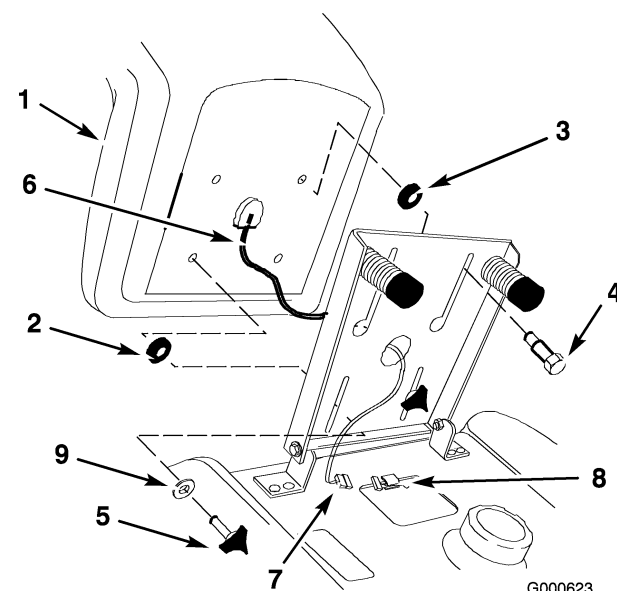

Figura 4
1. Montate il distanziale con diametro interno grande e i due bulloni di spallamento nei fori posteriori del sedile (Figura 4).
2. Collocate il sedile sull'apposita base e inserite i due bulloni di spallamento attraverso i fori in fondo ad entrambe le scanalature (Figura 4).
infilate le due manopole e due rondelle piane (11/32 poll.) nei fori anteriori del sedile (Figura 4). Regolate il sedile e serrate le manopole.
- Inserite il filo del microinterruttore del sedile ed il connettore attraverso lo spazio al centro della base del sedile. Spingete a fondo il connettore del microinterruttore del sedile nel connettore del cablaggio preassemblato (Figura 4).
- Fissate il cavo del microinterruttore del sedile nell'apertura del paraurti (Figura 4).